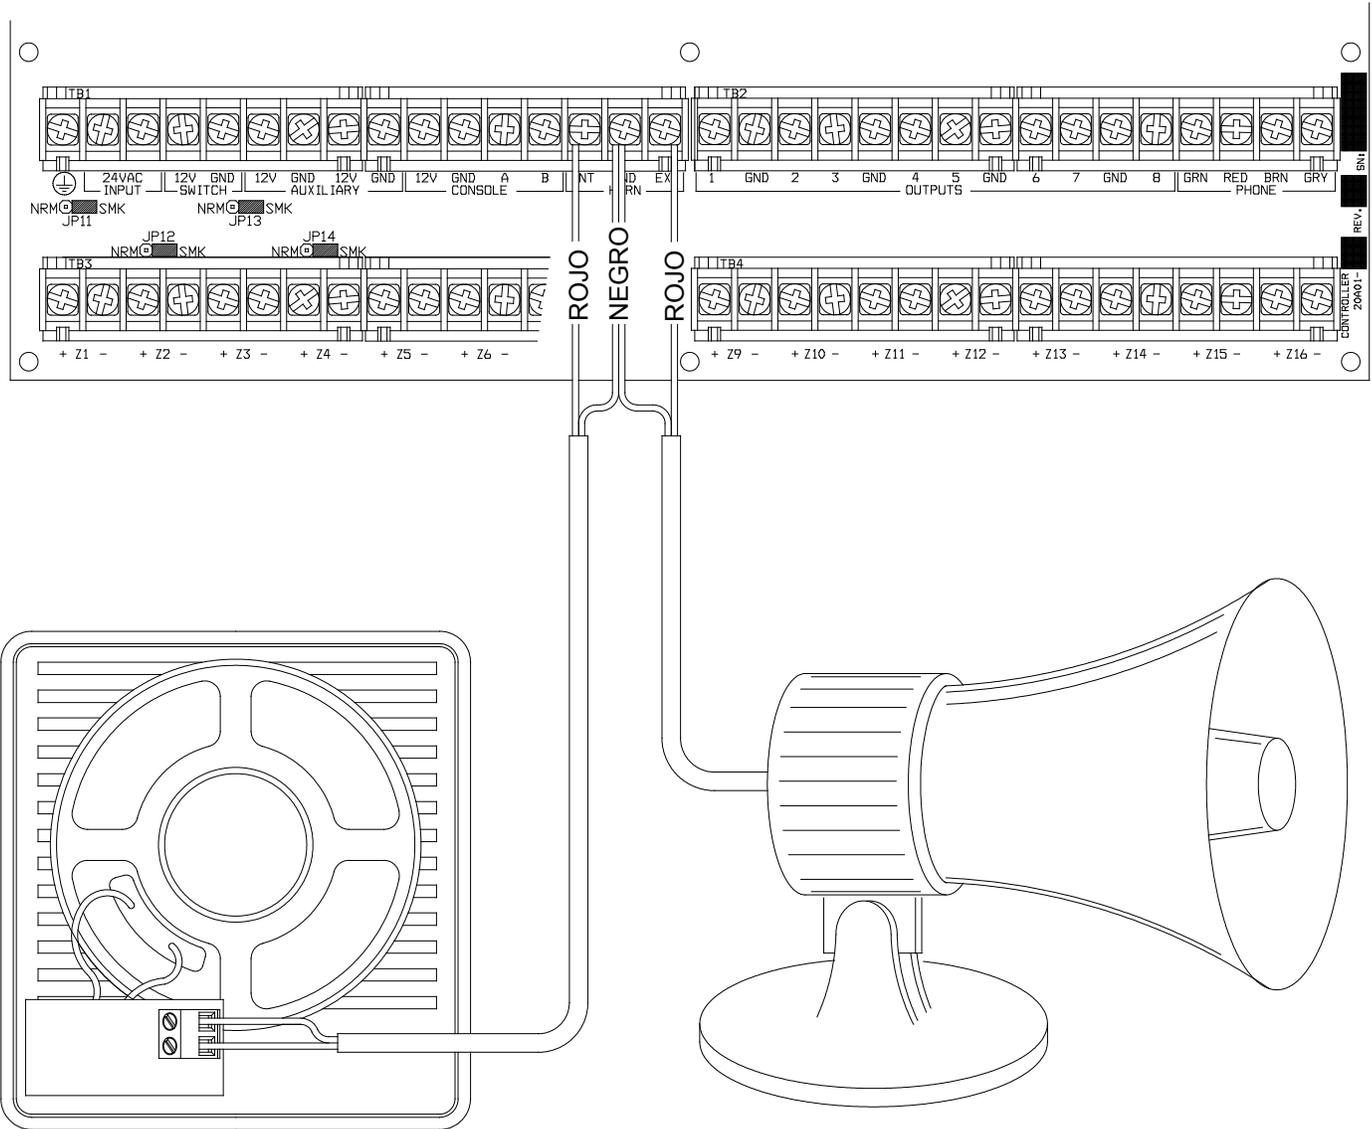

FIGURA 8 – CONEXIONES DE LA ALARMA SONORA
4. Consulte la FIGURA 8 (CONEXIÓN DE LA ALARMA SONORA) para ver las conexiones.
3. Consulte la FIGURA 8 (CONEXIÓN DE LA ALARMA SONORA) para ver las conexiones.